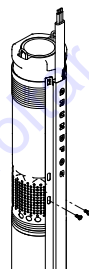

Fig. 10
3. Fixer le protège-câble à la crépine d'aspiration de la pompe à l'aide des deux vis autotaraudeuses fournies, voir fig. 10.